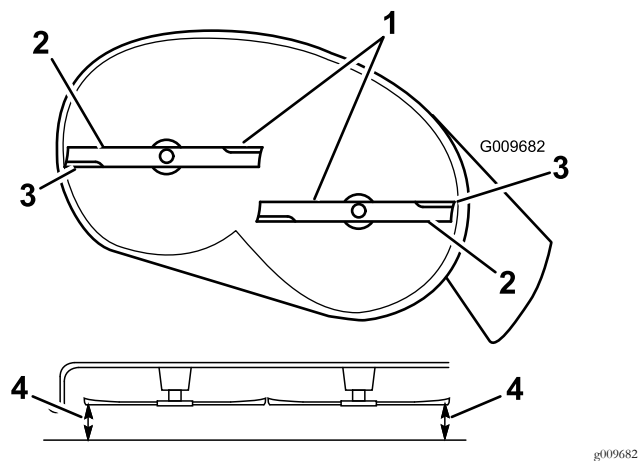
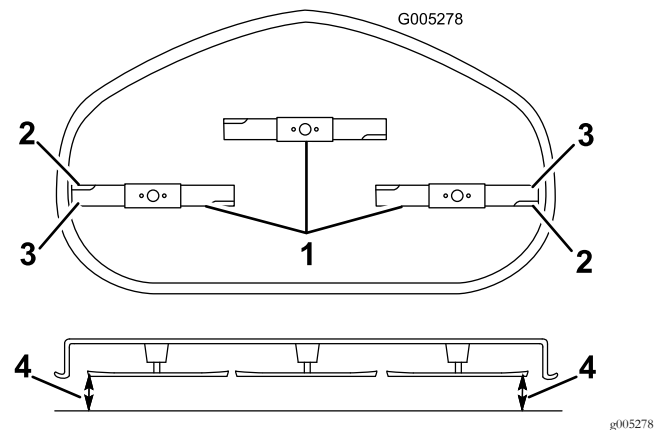

Figura 62
Figura 63
4. Girate con cautela le lame in modo che siano disposte tutte lateralmente (Figura 62 e Figura 63).
5. Misurate la distanza tra i taglienti esterni e la superficie piatta (Figura 62 e Figura 63).